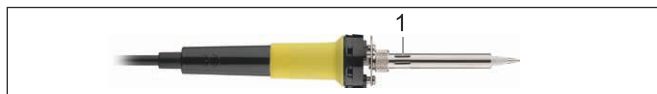

Fig.20: Saldatore
- Verificare la sede del manicotto con la vite zigrinata destinato al fissaggio della punta di saldatura. Vedere Fig. 20.